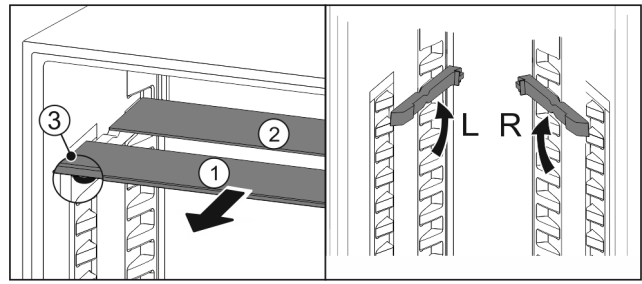

Fig. 85
- ▶ Sortir les tablettes par l'avant Fig. 85 (1).
- ▷ La tablette en verre Fig. 85 (1) avec bordure décorative est située à l'avant.
- ▷ Les butées Fig. 85 (3) sont orientées vers le bas.